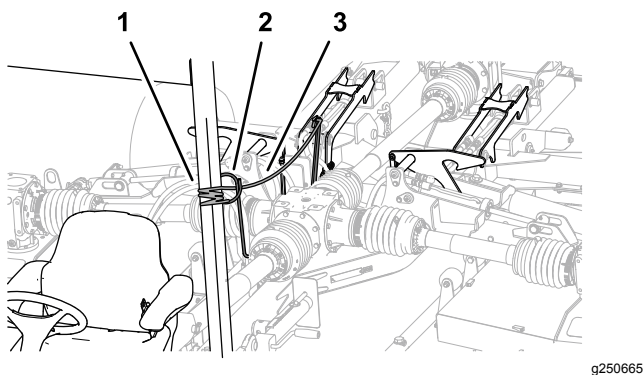

Figura 34
- Passa a corda de bloqueio da plataforma da guia de tubagem para o banco do operador (Figura 34).
2. Ate a corda ao componente do chassi fixo do veículo de reboque como se fosse um tubo ROPS (Figura 34).